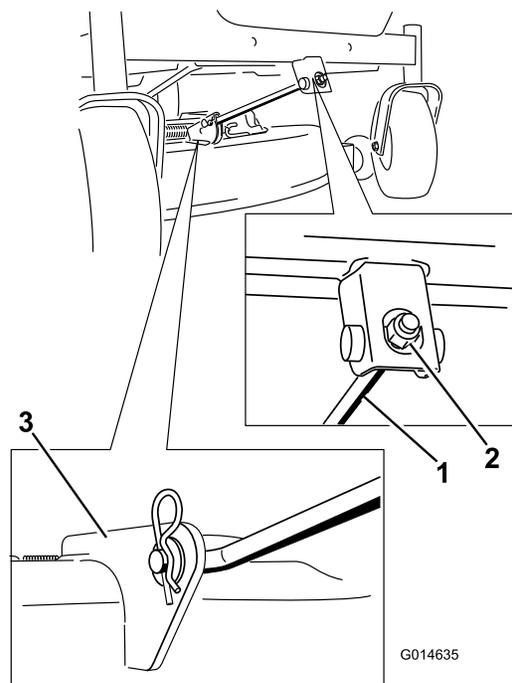

Bild 55
5. Entfernen Sie den Splint von der vorderen Stützstange und entfernen Sie die Stange von der Mähwerkhalterung (Bild 55). Lassen Sie die Vorderseite des Mähwerks vorsichtig auf den Boden ab.
6. Befestigen Sie die vordere Stützstange mit den Lastösenbolzen und Splints am Mähwerk (Bild 55).